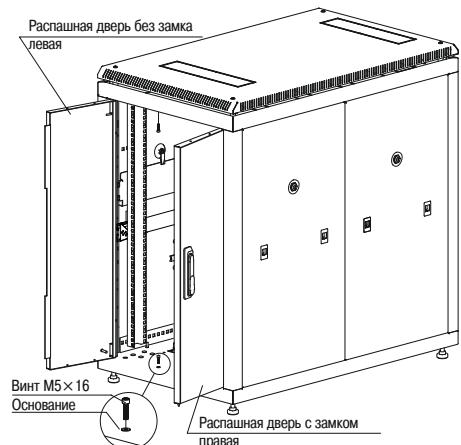

Рисунок 13 – Установка распашных дверей в шкаф
4.4.2 Для установки распашных двухстворчатых дверей (рисунок 13) требуется повторить 4.4.1–4.4.4.
**Для предотвращения поворота распашных дверей внутрь шкафа в посадочные места на обоих основаниях необходимо вкрутить два винта M5×16 (рисунок 13).**